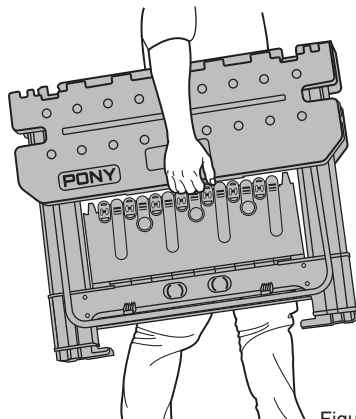

Figura 17
4. Transporte la MESA DE TRABAJO plegable fácilmente. (Figura 17)